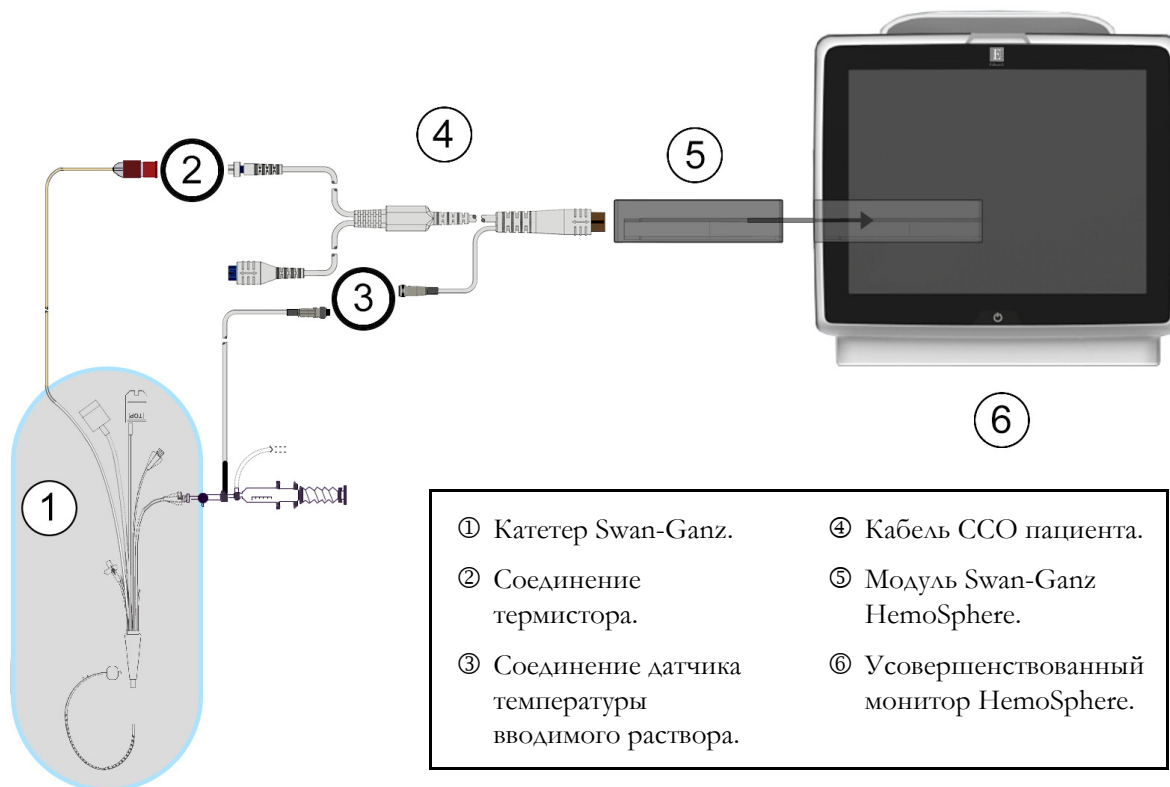

Рис. 9-4 Обзор соединений iCO
- 2 Подсоедините катетерный конец кабеля ССО пациента к разъему термистора катетера Swan-Ganz iCO, как показано под номером ② на рис. 9-4.
Датчик температуры вводимого раствора определяет температуру раствора. Выбранный датчик подключается к кабелю ССО пациента (рис. 9-4). Можно использовать один из двух указанных ниже датчиков.
Подключите датчик температуры вводимого раствора (магистральный или погружаемый) к соответствующему разъему на кабеле ССО пациента, который изображен под номером ③ на рис. 9-4.